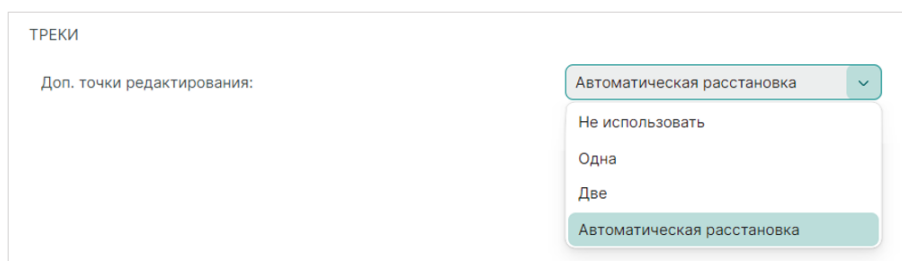

Рис. 111 Выбор дополнительных точек редактирования
- «Дополнительные точки редактирования» – настройка определяет количество дополнительных точек редактирования, выбор осуществляется в выпадающем меню, см. Рис. 111.